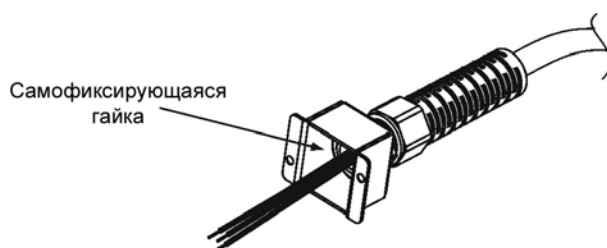

Рис.3-2: Зачищенные провода, установленные в разгрузочной муфте
3. Наденьте винтообразную муфту на кабель переменного тока. Пропустите зачищенные провода сквозь разгрузочную муфту, пока внешняя оболочка кабеля не окажется заподлицо с кромкой муфты. Затяните (16-18 фунтов/дюйм) трубку на муфте, удерживая кабель на месте. Теперь кабель надежно закреплен в разгрузочной муфте. Смотрите рис.3-2.